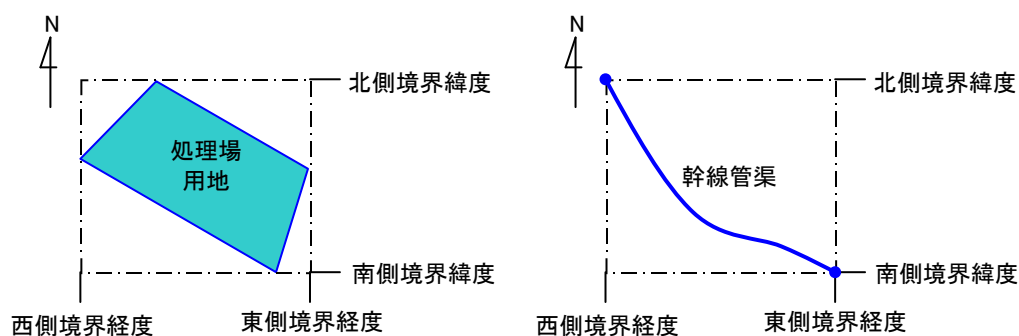

図 4-1 境界座標が示す範囲
(11) 水系・路線情報 JS
(12) 測地系、境界座標情報 JS
- 境界座標情報は、当該業務の対象範囲を囲む矩形の領域を示し、西側及び東側の経度と北側及び南側の緯度を各々度（3桁）分（2桁）秒（2桁）で表される7桁の数値を記入する（例：0350205 北緯 35° 2' 5"）（図 4-1 参照）。該当が無い場合は「9999999」（8桁）。（図 4-1 参照）。なお、対象領域が南緯及び西経の場合は頭文字に「-」（HYPHEN-MINUS）を記入する。